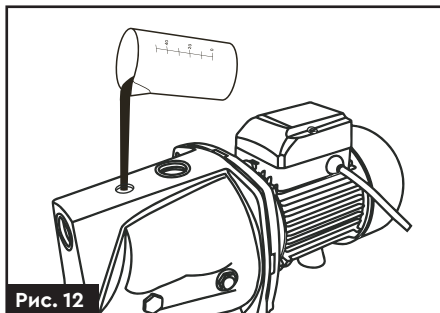

Рис. 12
- Перш ніж підключати насос до електромережі, заповніть його корпус та всмоктуючий трубопровід водою (рис. 12).